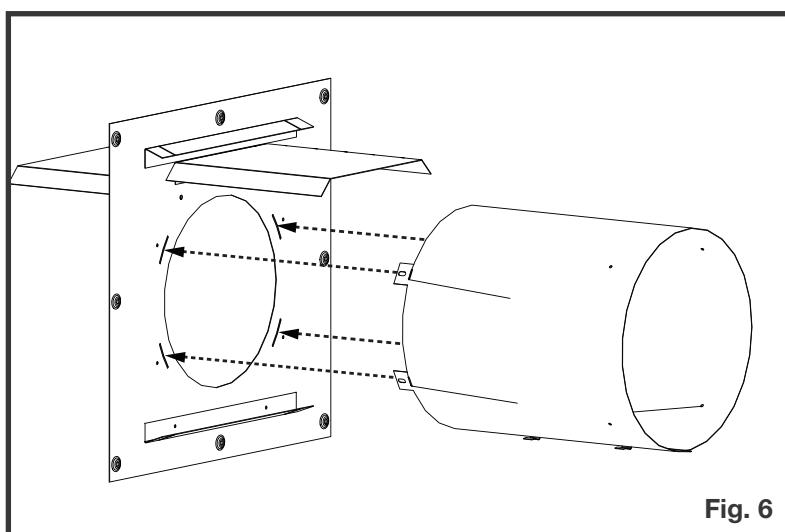

Fig. 6
6. Insérez les languettes des douilles d'évent dans les douilles d'espaceur de feuillard. Pliez les languettes de douille d'évacuation et fixez-la à l'entretoise de foyer avec 4 attaches fournies (**Fig. 6**).